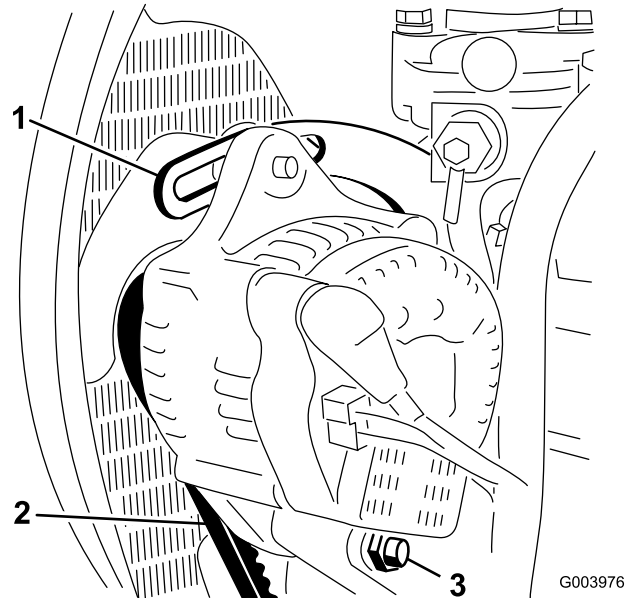

Figura 75
2. Verifique a tensão da correia do alternador, premindo-a (Figura 75) até metade entre as polias do alternador e do cárter com uma força de 10 kg.
3. Desaperte o parafusos que segura a abraçadeira ao motor (Figura 75), o parafuso que segura o alternador à abraçadeira e o parafuso de articulação.